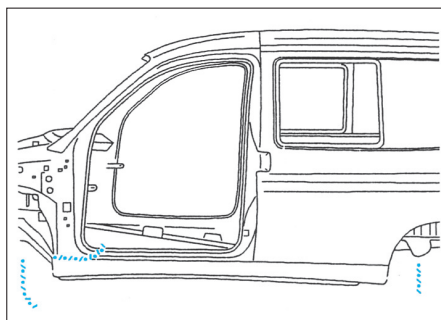

FIG. 66
- Appliquer un mastic à liser au pinceau (Fig.66).